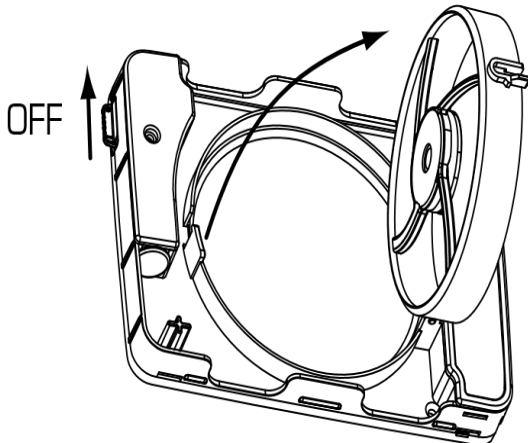

図14-2
- ③ プロペラの左側のつまみをつまんでプロペラ枠を手前に引くと、ダクト内を清掃できます。(図14-2)